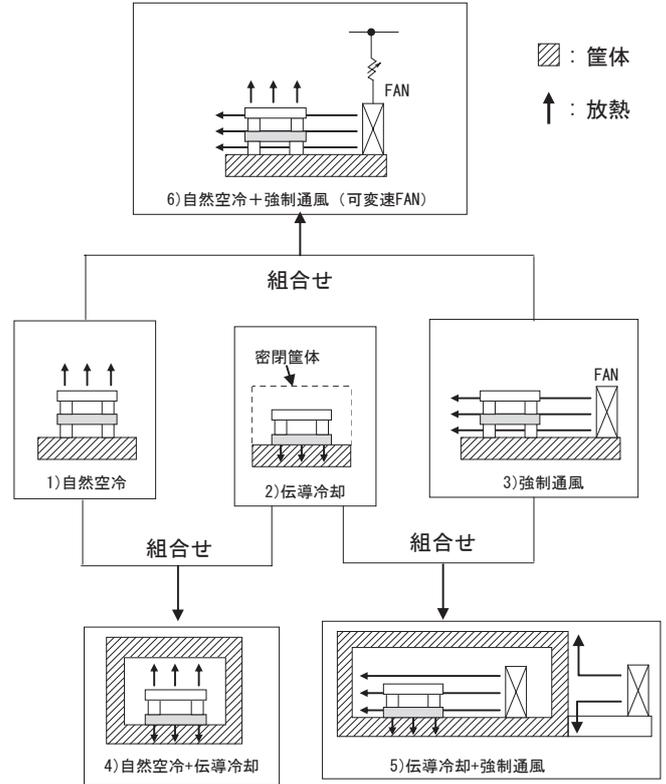

図3.1 冷却方法組合せ一覧表
- ・GHA500Fは図3.1 5)に示すように、伝導冷却+強制通風を組み合わせることで効率的な冷却を実現することが可能ですが、FAN等の故障により強制通風が停止した際に、伝導冷却によって過熱保護検知が動作せず、強制通風部品（表3.1 ①、②、③、④部品）が高温になる可能性があります。強制通風停止を想定した際の保護措置が必要な場合は当社までお問い合わせください。
強制通風、自然空冷の2通りの冷却が可能です（図3.1 1）、3）、6）の冷却方法）。